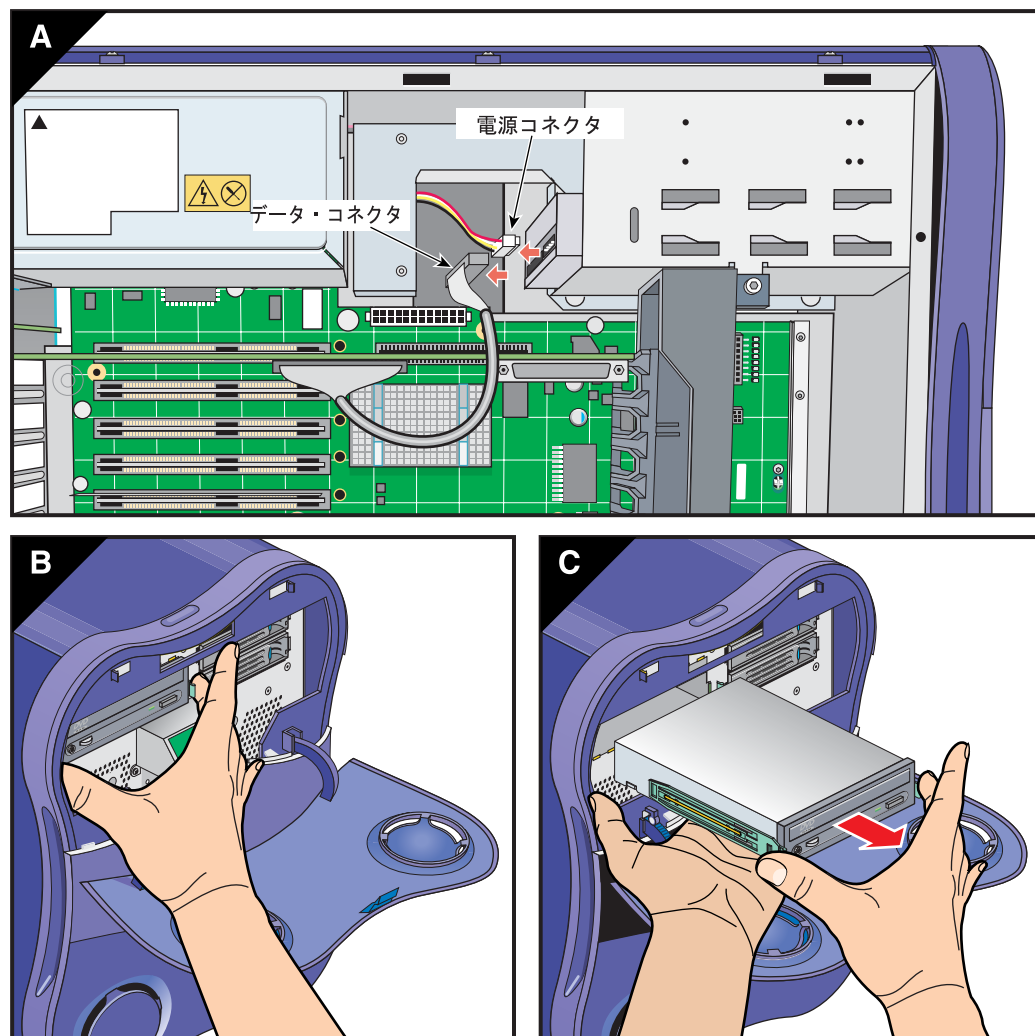

図 3-15 DVD-ROM ドライブの取外し
2. 左右のドライブ・レールのタブをドライブの側面に押し付けるようにつまみます。続いて、ドライブをドライブ・ケージの外にスライドさせます (図 3-15 を参照)。